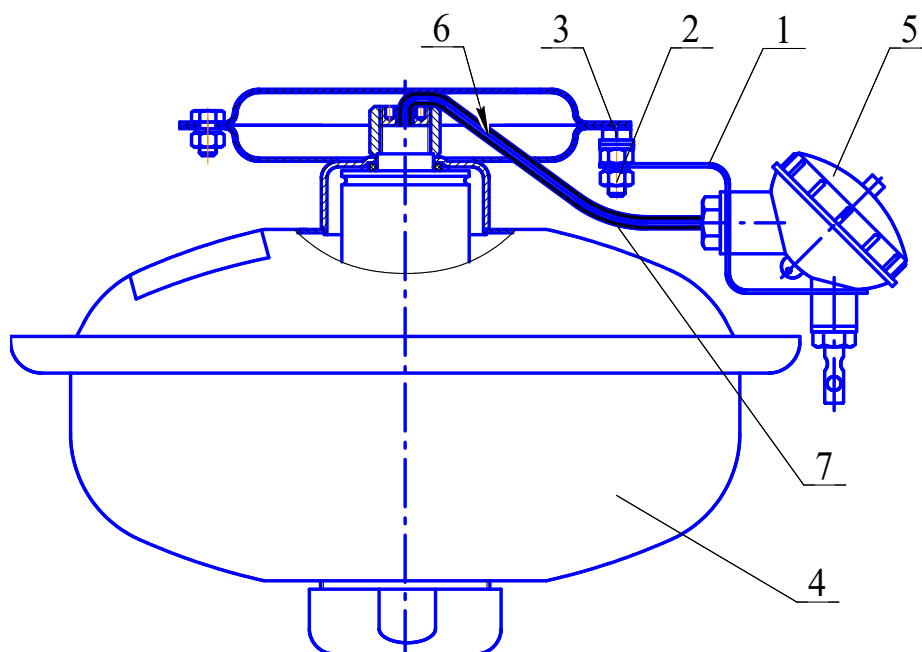
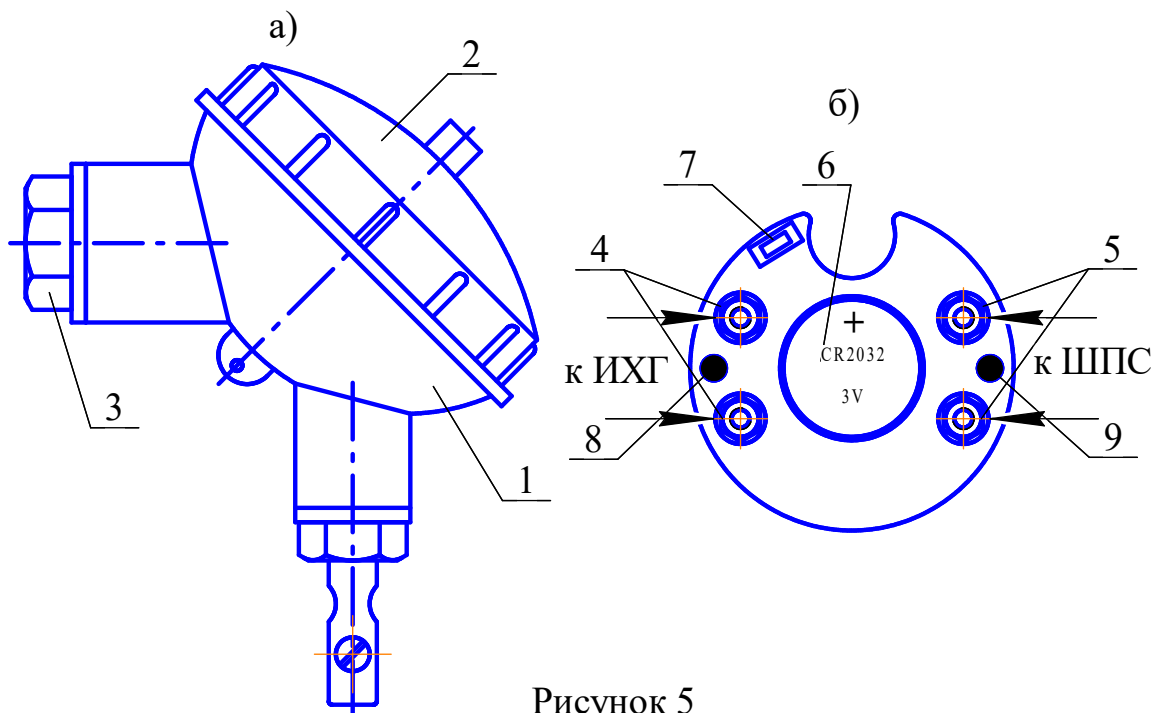

Рисунок 3
Рисунок 5
4.3.1.1 На кронштейне 1, закрепленным гайкой 2 на заземляющем зажиме 3 МПП 4 (см. рисунок 3), установлен электронный узел запуска (устройство пусковое температурное) 5. Вывода 6 элемента электропускового ИХГ, вставленные в трубку ПВХ 7, через гермоввод соединены с электронным узлом запуска 5.
6.4.2 Гайкой 2 (см. рисунок 3) закрепить на корпусе МПП кронштейн 1.
6.4.3 С корпуса 1 электронного узла запуска (см. рисунок 5) открутить крышку 2 и винт 3. Через отверстия винта 3, кронштейна 1 (см. рисунок 3) в гермоввод электронного узла запуска ввести провода элемента электропускового ИХГ и при необходимости ШПС. Винтом 3 согласно рисунку 3 закрепить на кронштейне электронный узел запуска.